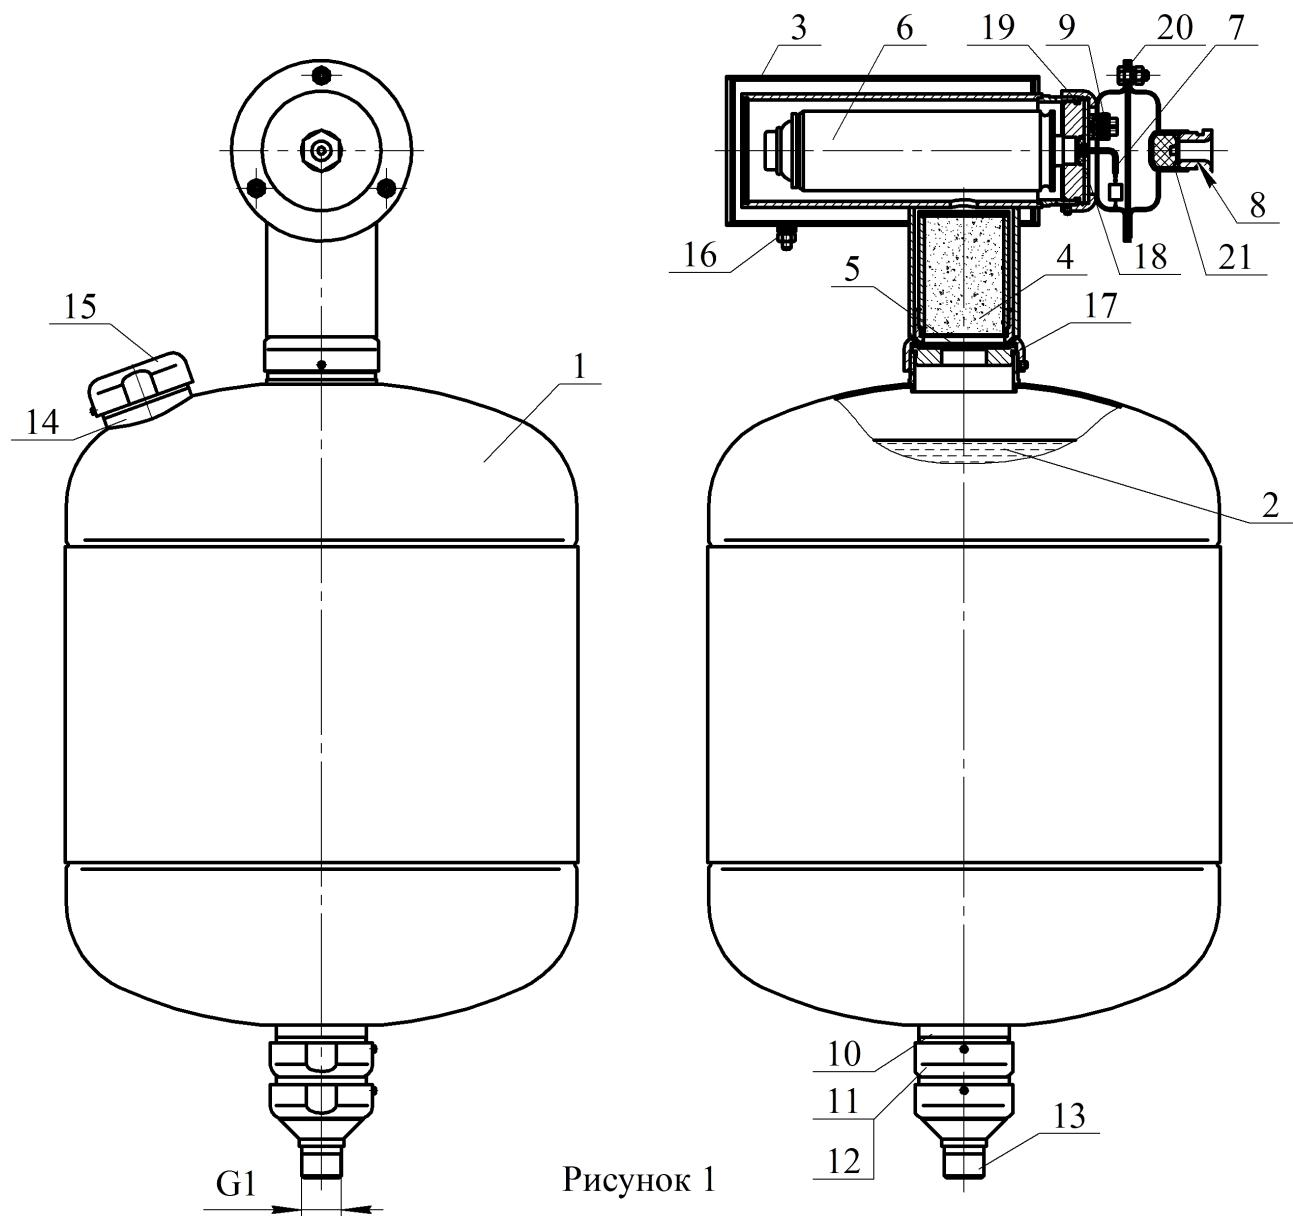

Рисунок 1
4.1.1 МУПТВ (см. рисунок 1) состоит из корпуса **1**, заправленного ОТВ **2**, газогенерирующего устройства **3** и мембранный рабочего узла, смонтированного в нижней части модуля. Канал со встроенным фильтрующим элементом **4** для очистки газа, соединяющий газогенерирующее устройство **3** с внутренней полостью корпуса **1**, загерметизирован эластичной прокладкой **5**. В корпусе газогенерирующего устройства установлен ИХГ **6** с элементом электропусковым **7**. Газогенерирующее устройство снабжено вводной коробкой с герметичным кабельным вводом **8**. Монтажный кабель через кабельный ввод **8** входит во вводную коробку и через зажим контактный винтовой **9** соединяется с проводами элемента электропускового **7**. В мембранным узле сопловое отверстие **10**, предназначенное для выхода ОТВ, закрыто срезной мембраной **11**, которая поджата гайкой **12**. С гайкой **12** через фильтрующий элемент соединен штуцер **13** с наружной резьбой G1, предназначенный для соединений МУПТВ с трубной разводкой или переходником для направленной подачи ОТВ. В верхней части корпуса расположены горловина **14** для заливки ОТВ и предохранительный клапан **15**. МУПТВ имеет заземляющий зажим **16**.
6.5.1 Залить в отверстие верхней горловины **14** (см. рисунок 1) воды по ГОСТ 6709-72, СанПиН 2.1.4.1074-01 (температура воды должна быть плюс ( $15\ldots25$ ) $^{\circ}\text{C}$ ) объемом  $27,0^{+0,4}$  дм $^3$ . Открыть упаковку с жидкой добавкой к воде и залить ее в отверстие верхней горловины **14**.
6.6.3 Полученный раствор ОТВ залить в отверстие верхней горловины **14** (см. рисунок 1). Для окончательного приготовления ОТВ открыть упаковку с жидкой добавкой и залить ее в отверстие верхней горловины **14**.
6.8 Соединить штуцер **13** (см. рисунок 1) с трубной разводкой.